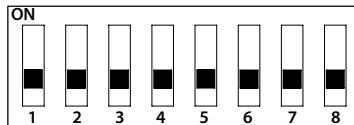

Fig. 3.f
**DIP-Schalter-Konfiguration:** Die Konfiguration muss vor der Inbetriebsetzung des Befeuchters ausgeführt werden (Defaultposition, dargestellt in Fig. 3.f).